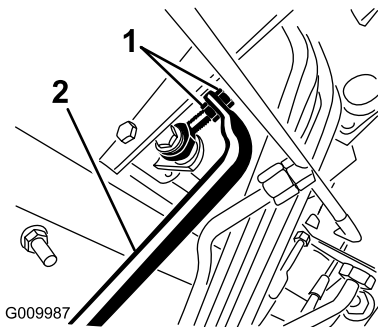

Figura 112
- Ajuste las contratuercas del extremo de la varilla de la bomba para desplazar el tubo de control de la bomba hacia adelante, para eliminar el movimiento de la máquina hacia adelante, o hacia atrás, para eliminar el movimiento hacia atrás (Figura 112).